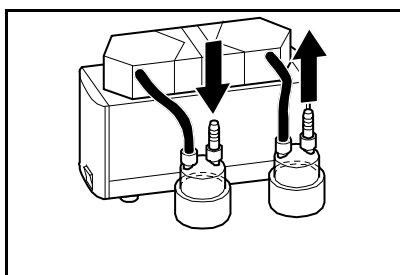

Abb. 14: Verschlauchung System SR
2	Schläuche (siehe Abb. 14) <ul style="list-style-type: none"> ▪ Resistent gegenüber dem genutzten Medium ▪ Innendurchmesser 10 mm ▪ Länge: ca. 150 mm
3. Die Abscheider verschlauchen (siehe Abb. 14).